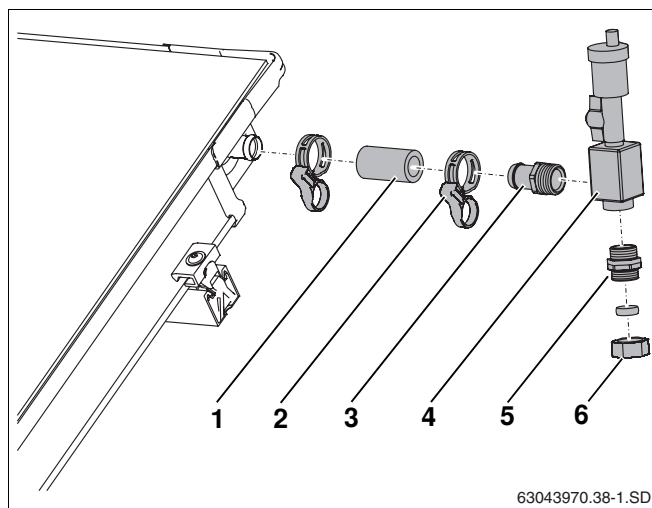

Fig. 60 Raccordement du purgeur sur le toit
- ▶ Glisser le tube solaire court (55 mm, Fig. 60, **Pos. 1**) sur le raccordement de départ du champ de capteurs et fixer avec la bride du compensateur.
- ▶ Visser à fond l'embout de tuyauterie R³/₄ avec le joint torique (Fig. 60, **Pos. 3**) dans le pot de purge (Fig. 60, **Pos. 4**).
- ▶ Insérer l'embout de tuyauterie (Fig. 60, **Pos. 3**) jusqu'à la butée dans le tube solaire et fixer à l'aide des serre-flancs (Fig. 60, **Pos. 2**).
- ▶ Visser l'embout double avec le joint torique au pot de purge (Fig. 60, **Pos. 5**).
- ▶ Raccorder le tube collecteur au raccord-union par anneau de serrage (18 mm) (Fig. 60, **Pos. 6**).